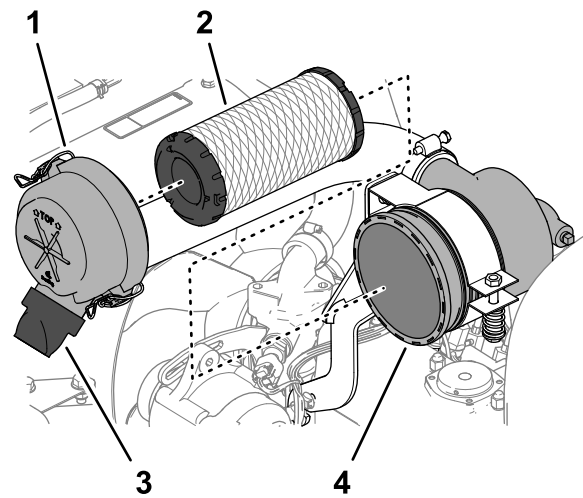

Figura 67
- Abra los enganches que sujetan la tapa del limpiador de aire a la carcasa del limpiador de aire (Figura 67).
- Retire el elemento del filtro (Figura 67).
- Retire la válvula de salida de goma (Figura 67) del orificio de expulsión de suciedad de la cubierta del limpiador de aire.